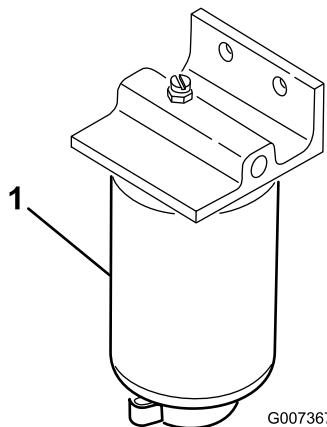

Figura 46
- Mettete un contenitore pulito sotto il filtro del carburante (Figura 46).
2. Pulite la superficie circostante la scatola del filtro (Figura 46).